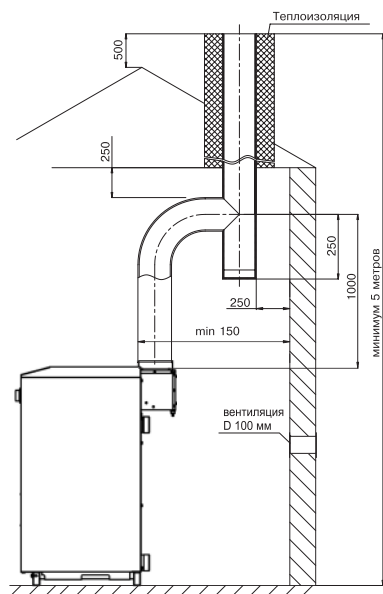

Рис. 4.
- 6.10. Устройство дымоход , к которому подключ ется котел, должно соответствов ть СП42-101-2003 «Общие положения по проектиров нию и строительству г зор спредельных систем» (см. рис. 4).